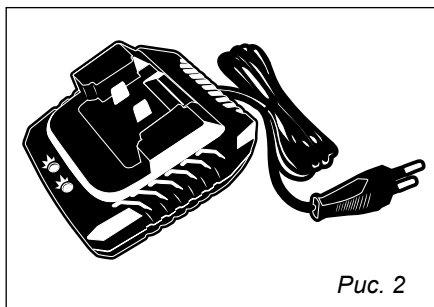

Рис. 2
3. Подключите адаптер зарядного устройства в сеть (рис. 2).